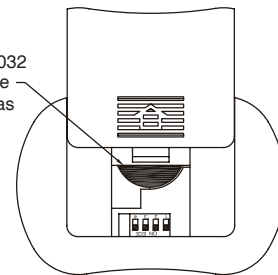

Figura 31
- ☐ 3. Para que funcione el ventilador, instale dos pilas de 3 voltios en el transmisor del mando a distancia. (si no se va a utilizar por largos períodos de tiempo, retire la batería para evitar daños al control remoto de mano.) Guarde el transmisor lejos del exceso de calor o humedad. (Figura 31)